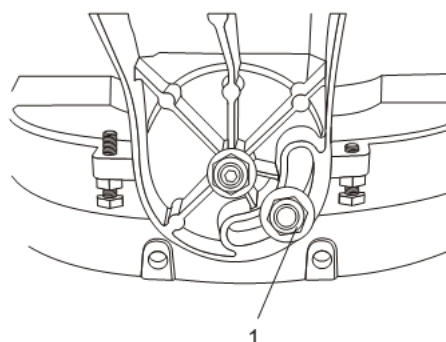

Fig. 17
Le frottement du biseau peut être ajusté pour rendre la tête de coupe plus facile ou plus difficile à déplacer d'un côté à l'autre. Pour réduire la friction, tournez le contre-écrou de friction (1) dans le sens inverse des aiguilles d'une montre (Fig. 17). Pour augmenter la friction, tournez le contre-écrou de friction dans le sens des aiguilles d'une montre.